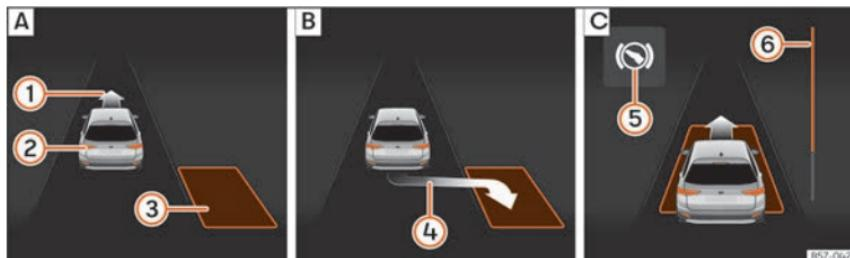
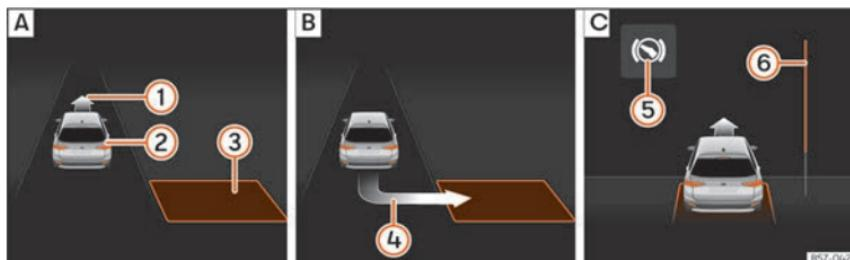

Fig. 172 En la pantalla del cuadro de instrumentos: aparcar en línea. **A** Buscar un hueco de aparcamiento. **B** Posición para aparcar. **C** Maniobrar.
Fig. 173 En la pantalla del cuadro de instrumentos: aparcar en batería. **A** Buscar un hueco de aparcamiento. **B** Posición para aparcar. **C** Maniobrar.
- Mire en la visualización de la pantalla del cuadro de instrumentos si se ha detectado el hueco como "apropiado" y si ha alcanzado la posición correcta para aparcar »» **fig. 172 [B]** o »» **fig. 173 [B]**. El hueco habrá sido considerado "apropiado" si en la pantalla del cuadro de instrumentos aparece la indicación de aparcar **④**.
- Retroceda hasta que suene la señal continua del ParkPilot; **O BIEN:** retroceda hasta que en la pantalla del cuadro de instrumentos aparezca la indicación de dar marcha adelante »» **fig. 172 [C]** o »» **fig. 173 [C]**; **O BIEN:** retroceda hasta que en la pantalla del cuadro de instrumentos aparezca el mensaje **Park Assist finalizado**. La barra de pro-
- Pise el pedal del freno hasta que el sistema de aparcamiento asistido termine de realizar los giros del volante; **O BIEN:** hasta que se apague el símbolo **⑤** en la pantalla del cuadro de instrumentos.
- Dé marcha adelante hasta que suene la señal continua del ParkPilot; **O BIEN:** dé marcha adelante hasta que en la pantalla del cuadro de instrumentos aparezca la indicación de dar marcha atrás. El sistema de aparcamiento asistido dirige el vehículo marcha adelante y marcha atrás hasta centralizar en el hueco »» **fig. 172 [C]** o »» **fig. 173 [C]**.
»» **fig. 172 [6]** y »» **fig. 173 [6]** muestra simbólicamente en la pantalla del cuadro de instrumentos la distancia relativa que aún queda por recorrer. Cuanto mayor es la distancia, más llena está la barra de progreso. Al circular marcha adelante, el contenido de la barra